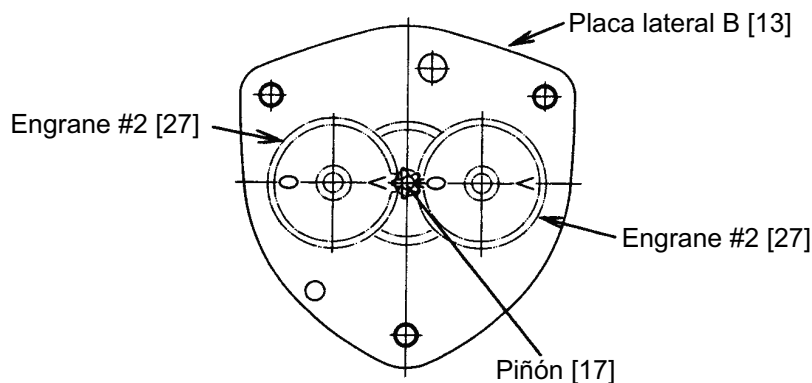

Figura 6-5 Conjunto del tren de engrane
- 8) Engrase los dos pares de engranes del #2 [27], la polea de carga [25] y el engrane del piñón [17]. Póngalos dentro del rodamiento plano del engrane (rodamiento A) de la placa lateral B [13]. Las letras "O" y "V" en los engranes deben orientarse uno con otro, como se muestra en la Figura 6-5 siguiente. No olvide aplicar grasa en el reborde por ambos lados del engrane #2.